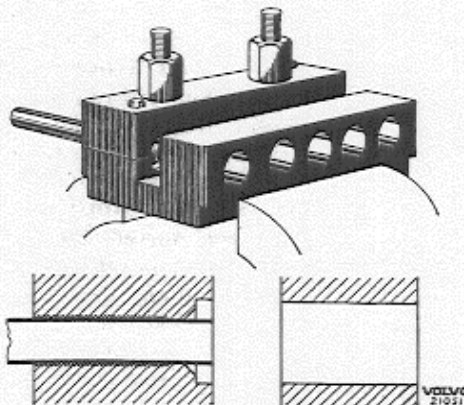

Abb. 55. Bremsleitung umbördeln.
2. Werkzeug SVO 2049 in Schraubstock spannen. Rohr einschieben, so daß die Vorderkante mit dem Futter abschneidet, siehe Abb. 55. Muttern anziehen.